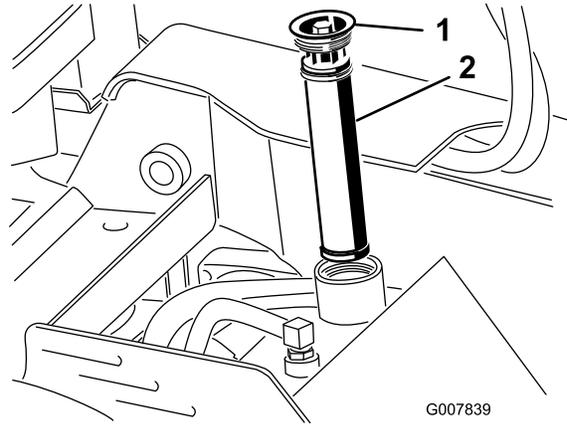

図 57
4. 古いフィルタを外して捨てる 図 57。
5. 新しいフィルタを取り付け、キャップ 図 57をして上部ボルトを13-15.5 N·m2.3-2.8 kg·m = 110-140 in·lbにトルク締めする。